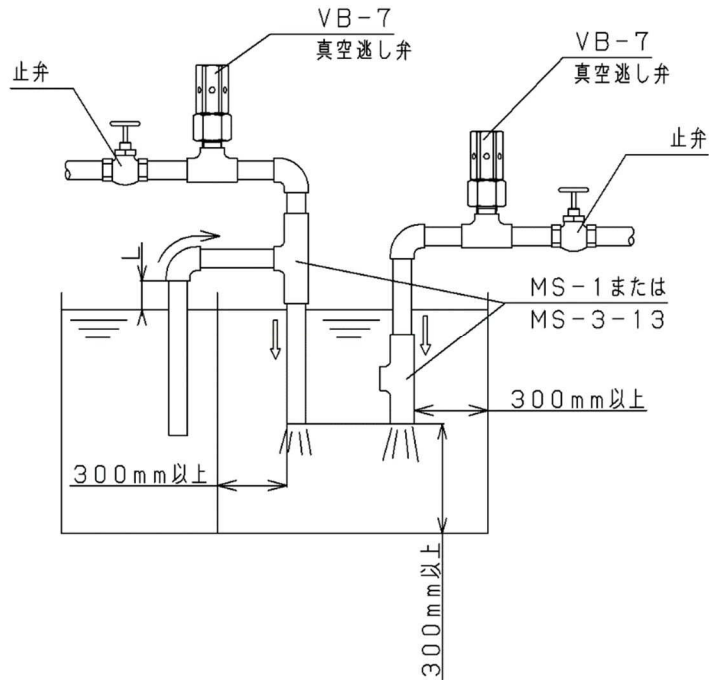

図3
(4.2 配管図例参照。図3の方法で使用する場合は、L寸法をできるだけ短くしてください。)
- (2) 製品(図3の場合は配管先端部)は、槽内の水中(液中)に沈めてください。